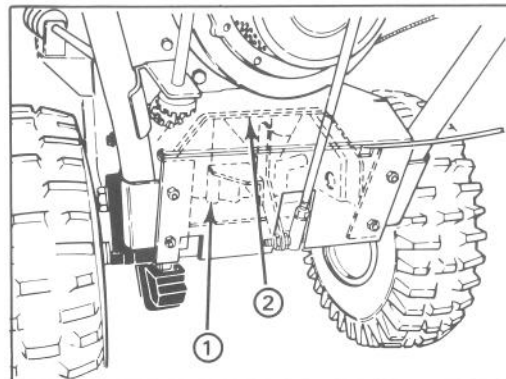

Figure 26
3. Desserrez les 4 boulons à tête à collerette (2 boulons de chaque côté) qui tiennent le châssis de transmission au châssis du moteur (fig. 26 à 27).